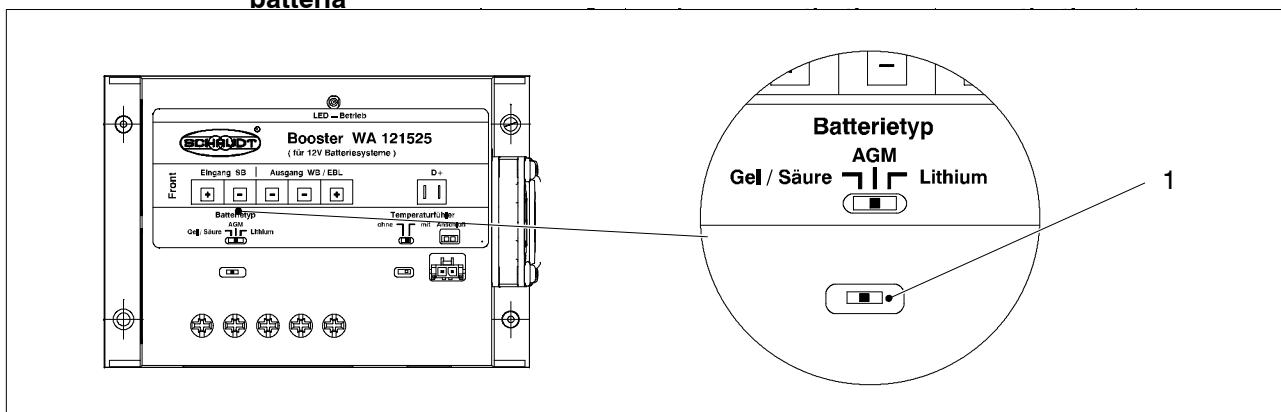

Fig. 6 Selettore batteria
- Portare il selettore batteria (fig. 6, Pos. 1) nella posizione corretta: